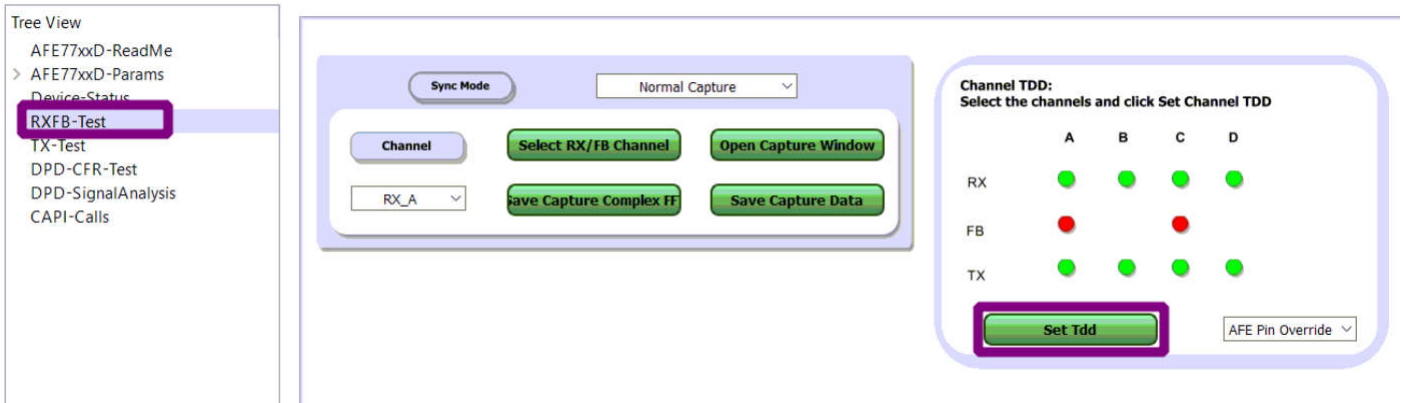

图 4-20. TX 到 RX 测试的 TDD 配置
24. 为了能够从 TX RF 端口输出信号以及从 RX 和 FB RF 端口输入信号，需要为所需的被测通道设置“Channel TDD”。为此，请点击软件窗口左侧的“RXFB-Test”，转到 AFE77xxD GUI 中的“RXFB-Test”页面。在此页面的“Channel TDD”框中，点击红点使其变为绿色，最后点击“Set Tdd”按钮，请参阅图 4-20。